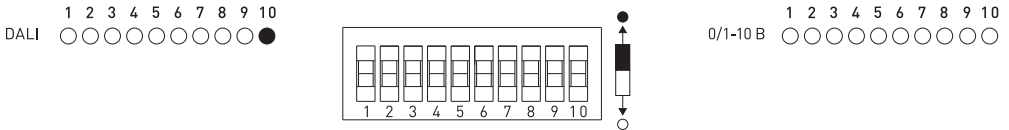

Рисунок 3. DIP-переключатели на корпусе конвертера TY-802-DALI-BLE-1-10-SUF.
3.5. DIP-переключателем (рисунок 3) под номером 10 на корпусе устройства установите режим работы конвертера: